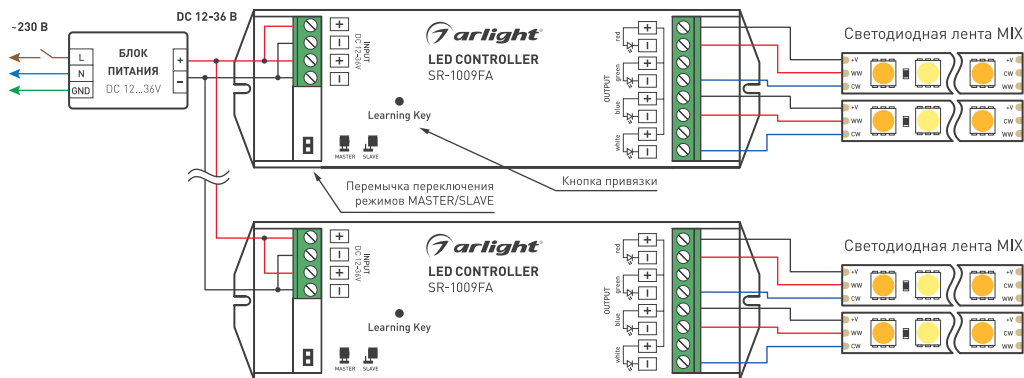

Рисунок 2. Схема подключения на примере контроллера SR-1009FA.
- Подключите светодиодную ленту, контроллеры и блоки питания (см. инструкции к используемому оборудованию). Пример подключения оборудования приведен на Рис. 2.